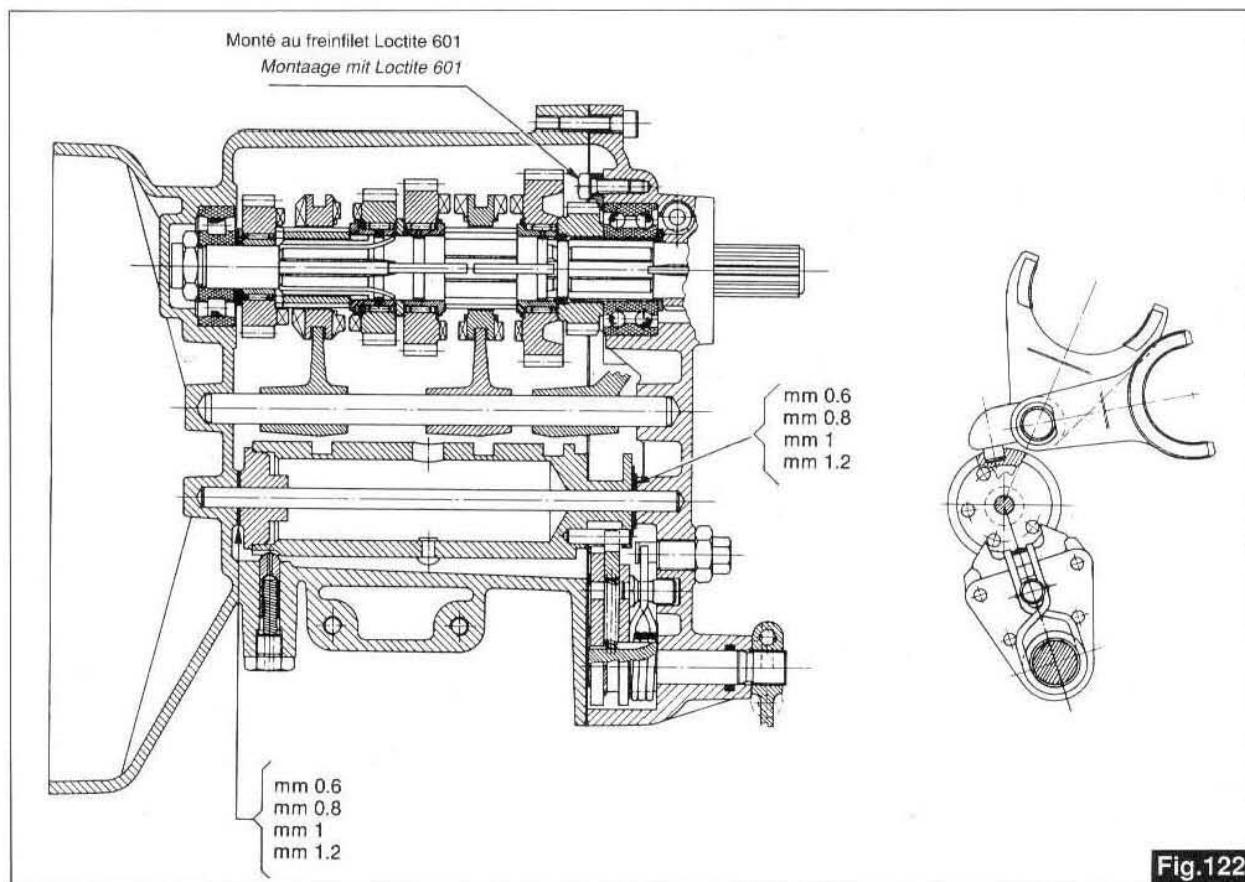

Fig.122
■ engagez les vitesses de la 1re à la 5e et vice-versa, puis au point mort. Si le passage de vitesses n'est pas souple, il y a lieu de démonter de nouveau le couvercle et de placer d'autres rondelles d'épaisseur entre le carter et le tambour en cas d'enclenchement dur de la 1re et la 3e et entre le tambour et le couvercle dans le cas où la 2e et la 4e s'engagent difficilement. Les rondelles sont fournies en mesures de 0,6 - 0,8 - 1 - 1,2 mm (voir fig.122).
■ Schaltkupplung vom 1. bis zum 5. Gang prüfen; vom 5. Gang auf den 1. Gang zurückschalten und schließlich Leerlauf einlegen. Sollte beim Schalten leichter Widerstand auftreten, muß der Deckel erneut abmontiert werden und entsprechend Zwischenlegescheiben zwischen Gehäuse und Trommel eingefügt werden, falls der Widerstand beim Schalten zwischen dem 1. und 3. Gang auftritt und zwischen Trommel und Gehäuse, falls der Widerstand beim Schalten zwischen dem 2. und 4. Gang auftritt. Die Distanzscheiben werden in den folgenden Stärken geliefert: 0,6 - 0,8 - 1 - 1,2 mm (siehe Abb.122).